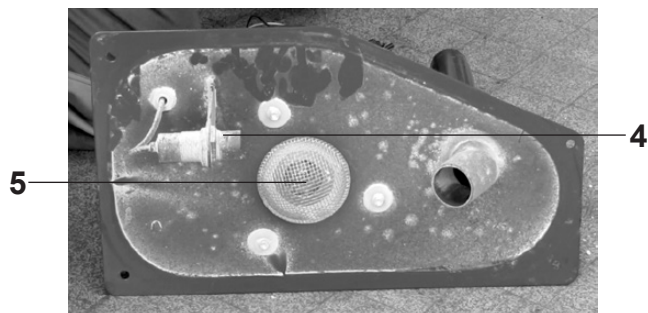

Fig. 15
4. Nettoyez le détecteur de niveau de remplissage (4, Fig. 15) et vérifiez si le câble du capteur n'est pas endommagé.
5. Nettoyez la grille de la turbine d'aspiration (5, Fig. 15).